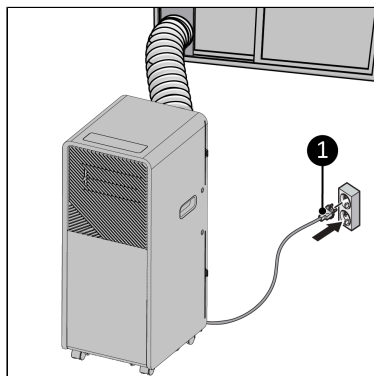

Figure 71.
8. Insérez la fiche d'alimentation (Figure 71, pos. 1) dans une prise murale reliée à la terre et facilement accessible. Utilisez une prise murale mise à la terre d'une puissance minimale de: